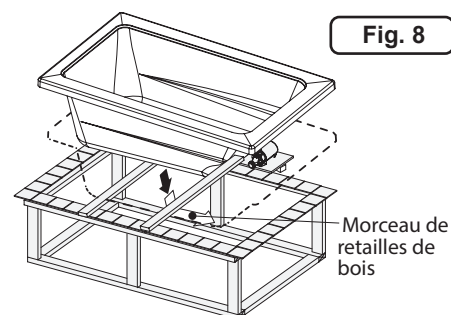

Fig. 8
- Placez un morceau de retailles de bois sur chaque extrémité de la forme découpée – ils serviront de support temporaire avant d'abaisser la baignoire complètement dans l'ouverture (figure 8).